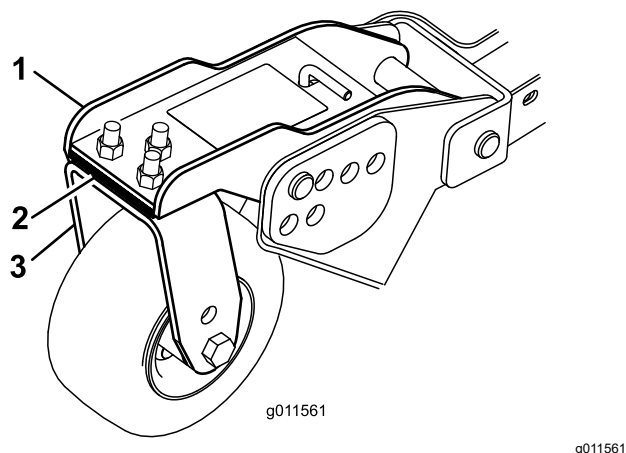

Figura 33
3. Ajuste los suplementos de 3 mm de las horquillas de las ruedas giratorias delanteras hasta que la altura de corte se corresponda con la marca de la pegatina (Figura 33).
3. Si el borde interior de la unidad de corte lateral está demasiado alto respecto al borde exterior de la unidad de corte delantera, retire un suplemento de la parte inferior del brazo interior delantero de la rueda giratoria en la unidad de corte lateral (Figura 33).